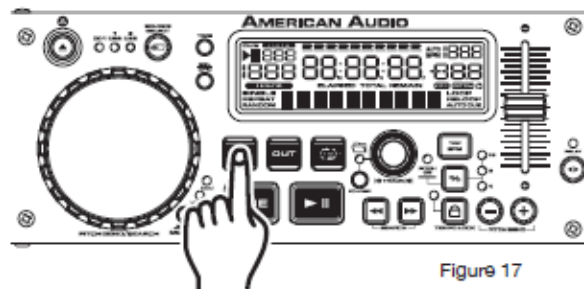

Figure 17
2) Wciskamy przycisk IN (11). Ustawi to początkowy punkt Płynnej Pętli (Rysunek 17). Dioda LED przycisku IN będzie migać.